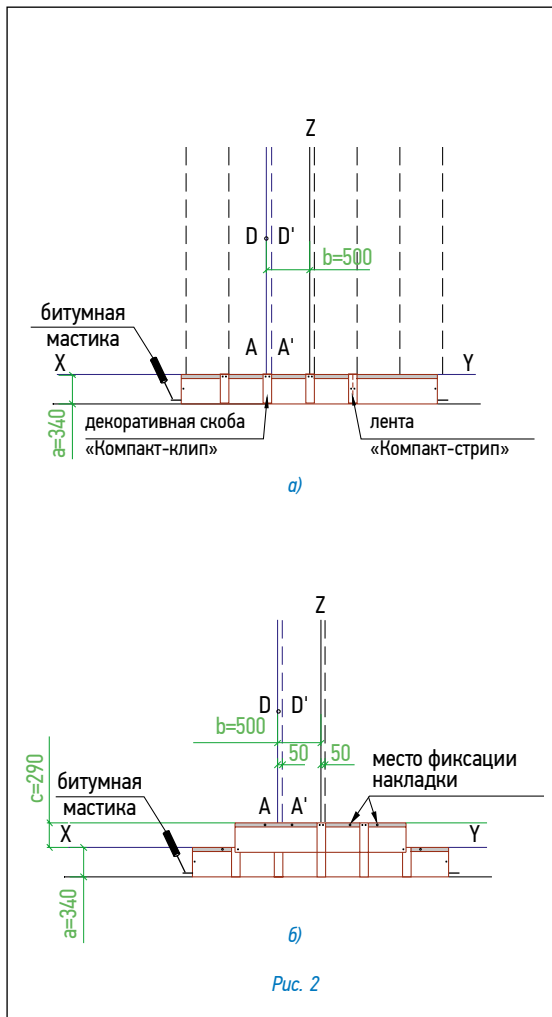

Рис. 2
Укладка материала (рис. 2)
- листы второго ряда черепицы укладываются от линии AD, их нижний край выравнивается по линии, параллельной XY; каждый лист фиксируется двумя гвоздями в 2,5 см от нижней стороны; стыки и середина каждого листа закрываются декоративными скобами «Компакт-клип», которые также фиксируются двумя гвоздями (рис. 2б);